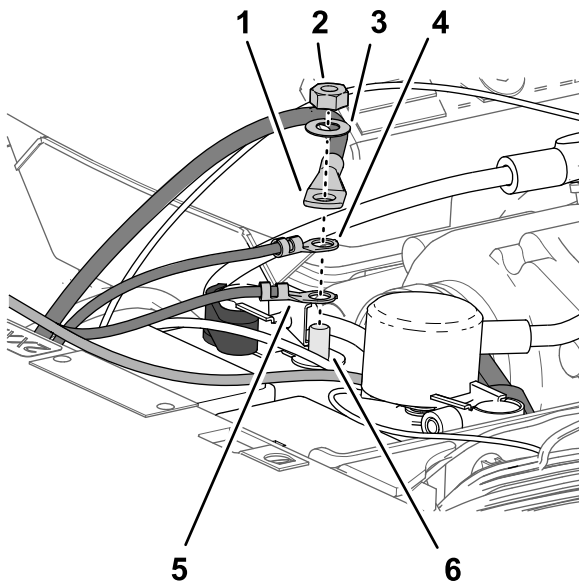

Bild 214
5. Montieren Sie die folgenden Kabel-Anschlussklemmen in der folgenden Reihenfolge an der Gewindestrebe des Minuspols der Batterie (**Bild 214**):